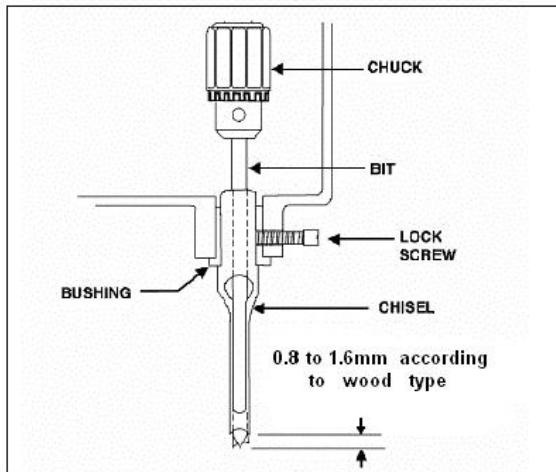

Figura 7
21. Afloje el tornillo de bloqueo, como se muestra en la Figura 7 .